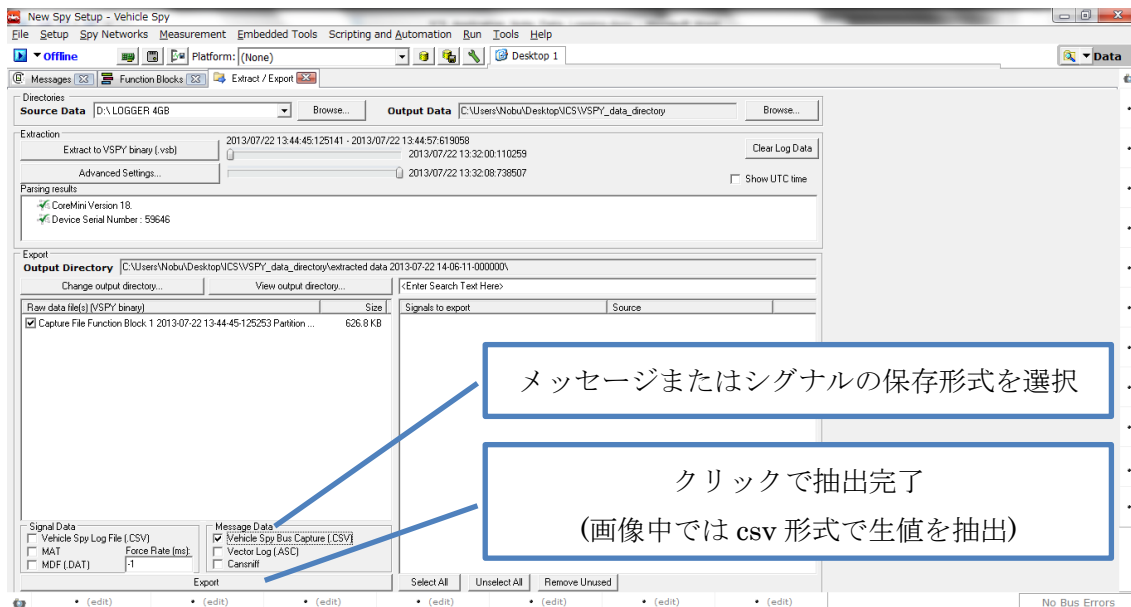

図 10 SD カードからのデータ抽出
8) Tools -> Utilities -> Extract/Export と押下(図 10)
Extract/Export 画面を開くと、PC 上の SD カードが自動認識され、かつ自動的に vsb 形式での PC 上への保存が完了します。さらにオプションとして、図 10 のように csv 等、vsb 以外の形式でのメッセージやシグナルの保存も可能です。抽出先のフォルダは、図 10 中央に表示されている Output Directory になります。